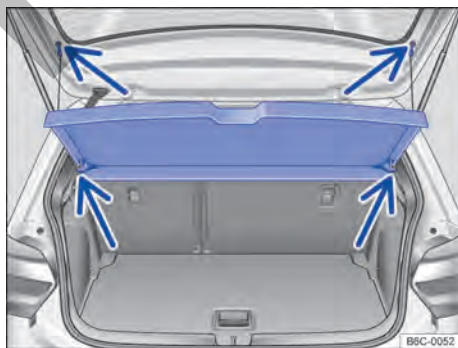

Fig. 110 En el maletero: desmontar y montar la bandeja trasera.
- Desprender los cordones de retención del soporte de la tapa trasera → fig. 110 (flechas superiores).
- Retire la bandeja trasera hacia atrás y hacia afuera de los soportes laterales → fig. 110 (flechas inferiores).
- Empuje la bandeja trasera hacia adelante, introduciéndola en los soportes laterales → fig. 110 (flechas inferiores).
- Encajar los cordones de retención en la tapa trasera → fig. 110 (flechas superiores).